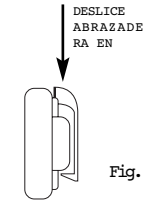

Fig. 4
- Para insertar el sujetador para cinturón, deslícelo hacia abajo en la ranura de la parte posterior de la unidad (Fig. 4).